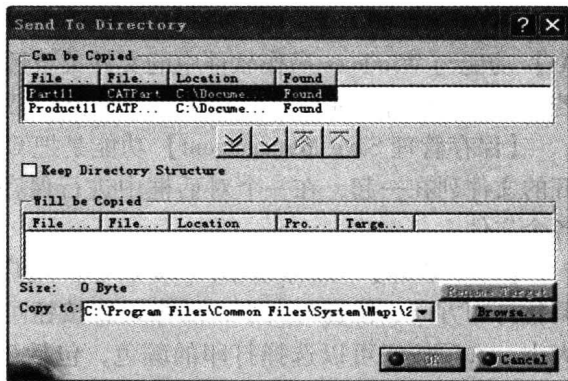

图 1-23 【发送至文件夹 Send To Directory】对话框
① 先将要发送出去的文件进行保存，否则发送不出去。
② 选择【File】→【Send To】→【Directory】命令，弹出如图 1-23 所示的对话框。
③ 在上面的白色方框中选取所要发送的文件夹，单击  按钮，把文件添加到下面的方框内。
④ 选中【保持文件夹结构 Keep Directory Structure】复选框，以保持数据结构的完整性，避免链接路径消失。接下来可以单击【目标文件重命名 Rename Target】按钮来更改目标文件的名称。
⑤ 最后，单击【浏览 Browse】按钮来选择目标文件夹，也可以直接在【复制至 Copy to】下拉列表中输入文件夹的路径。单击【确定 OK】按钮即可发送出去。